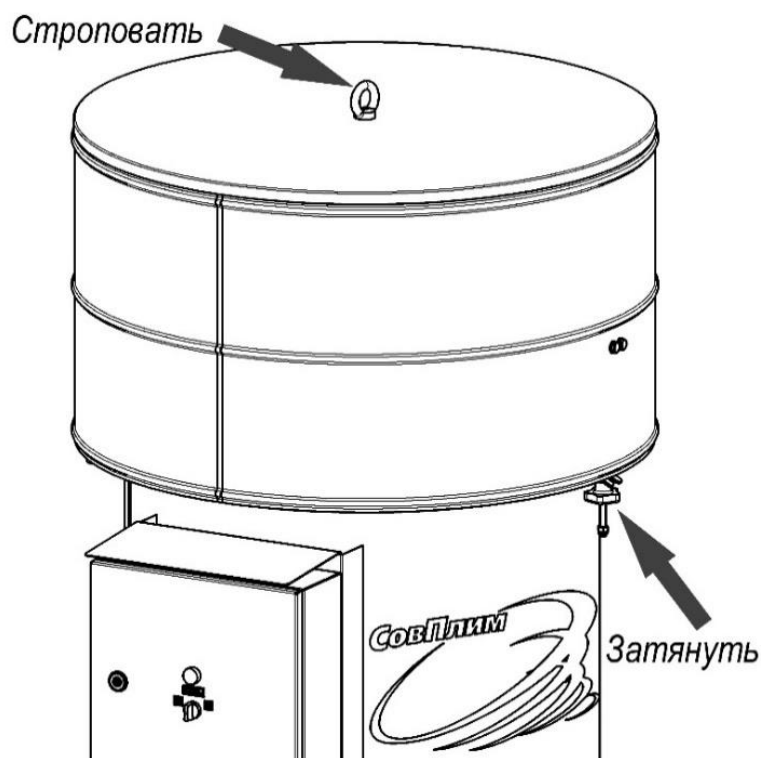

Рисунок 6
5.3.1 Перед строповкой фильтра проверить крепление защитного кожуха. Рукоятка должна быть плотно завинчена. Зацепить фильтр стропами за транспортировочное кольцо, расположенное на защитном кожухе (рисунок 6).